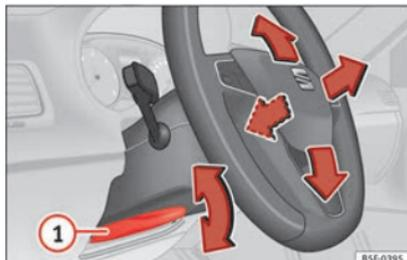

Fig. 15 Alavanca na parte inferior do lado esquerdo da coluna de direção
• Ajustar a posição do volante: puxe a alavanca »» **Fig. 15** ① para abaixo, mova o volante até à posição desejada e volte a subir a alavanca até ao ponto de fecho. »»